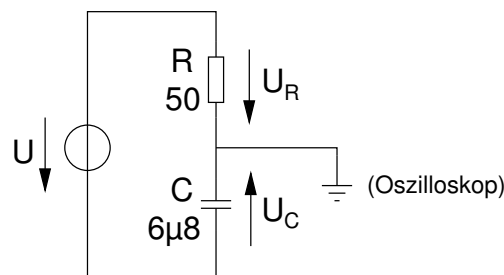

Abbildung 10: Messaufbau Komplexer Widerstand
In diesem Punkt soll der X-Y-Betrieb des Oszilloskops kennengelernt werden. In der bisherigen Verwendung des Oszilloskops stellte die X-Achse die Zeit dar. Im X-Y-Betrieb wird ein Eingangskanal des Oszilloskops für die X-Ablenkung verwendet, der andere für die Y-Ablenkung. Es soll die Schaltung aus Abbildung 10 aufgebaut werden und die beiden am ohmschen Widerstand und der Kapazität abfallenden Teilspannungen gemessen werden. Dabei wird das Oszilloskop in den X-Y-Betrieb geschaltet. Es ist zu beachten, diese Messung nur durchgeführt werden kann, wenn der Ausgang des Funktionsgenerators nicht geerdet ist, da sonst der Kondensator C über die Masseanschlüsse von Oszilloskop und Funktionsgenerator kurzgeschlossen werden würde.
1. Bauen sie die in Abbildung 10 dargestellte Schaltung auf. Der Widerstand hat einen Wert von  $50 \Omega$ , die Kapazität einen Wert von  $6.8 \mu\text{F}$ .